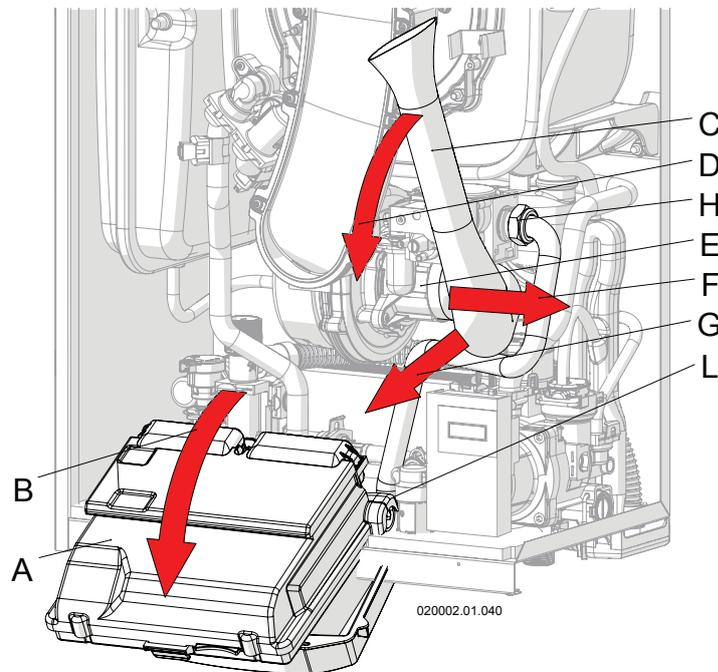

Figure 6-3 - Démontage collecteur air
- 6.- démonter le collecteur d'air « C » (Figure 6-3) en prenant soin de le faire pivoter à l'extérieur, puis l'extraire par l'entrée du ventilateur ;
- 7.- démonter le tuyau d'amenée du gaz au moyen des deux raccords « H » et « L » (Figure 6-3) ;
- 12.- remonter le tuyau d'alimentation du gaz au moyen des deux raccords « H » et « L » (Figure 6-3) ;
- 13.- remonter le collecteur d'air « C » (Figure 6-3) ;